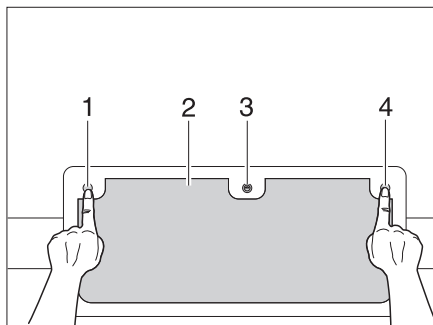

Fig. 32 Serrure de portillon avec boutons, fermée
- Insérer la clé dans le barillet (Fig. 32,3) et la tourner d'un quart de tour.
- Enfoncer les trois boutons-poussoirs (Fig. 32,1, 3 et 4).
- Fermer entièrement le portillon extérieur (Fig. 32,2), jusqu'à ce qu'il se verrouille de manière audible.
- Insérer la clé dans le barillet (Fig. 32,3) et la tourner d'un quart de tour. La serrure est verrouillée.